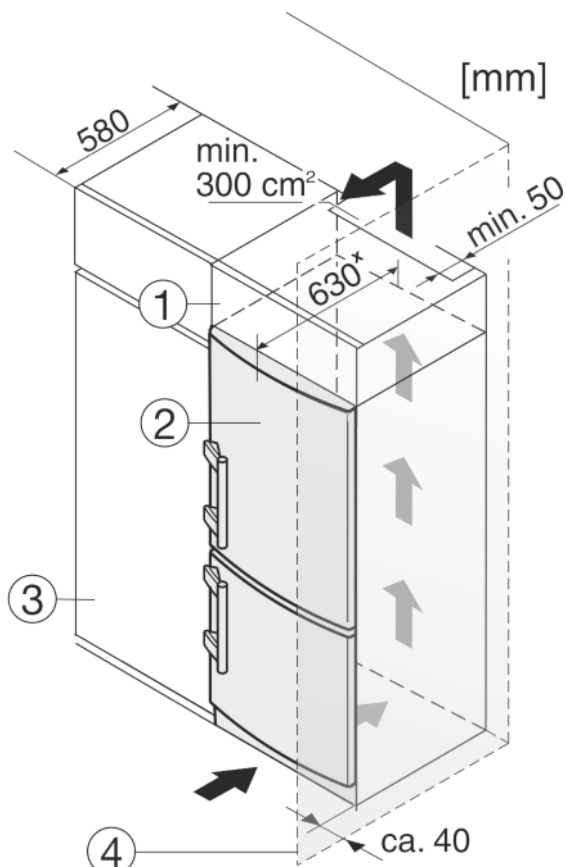

Fig. 9
- (1) Szafka nasadzana (3) Szafka kuchenna
(2) Urządzenie (4) Ściana
Urządzenie może zostać obudowane szafkami kuchennymi. Aby dopasować urządzenie Fig. 9 (2) do wysokości ciągu szafek kuchennych, można nad urządzeniem umieścić odpowiednią szafkę nasadzaną Fig. 9 (1).
W przypadku obudowania szafkami kuchennymi (głębokość maks. 580 mm) urządzenie można ustawić bezpośrednio obok szafki kuchennej Fig. 9 (3). Urządzenie wystaje z boku o 34 mm^x i na środku urządzenia o 50 mm^x w stosunku do frontu szafek kuchennych.
Jeżeli urządzenie będzie ustawiane z zawiasami do ściany Fig. 9 (4), to pomiędzy urządzeniem i ścianą należy zachować minimalny odstęp, wynoszący 40 mm. Na taką odległość wystaje klamka przy otwartych drzwiach.